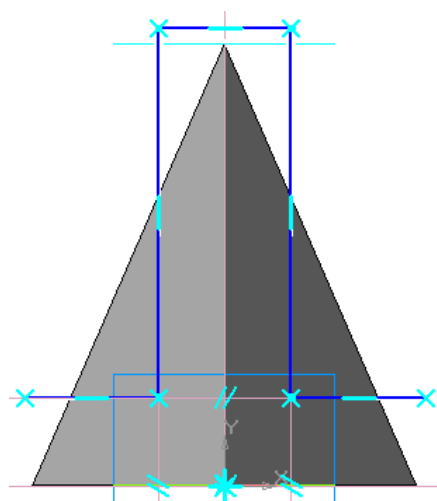

Рисунок 4.5 – Контур перерізу
32. Натисніть кнопку  «**Отрезок**» та обведіть контур перерізу моделі (рис. 4.5).